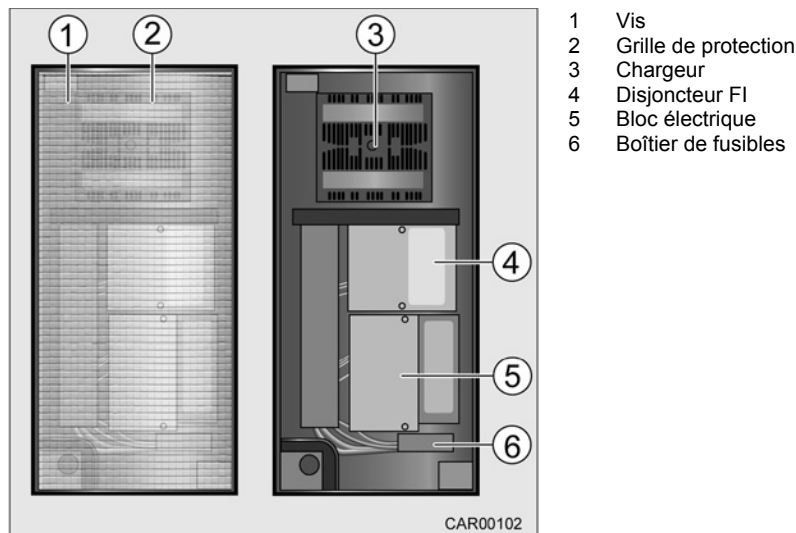

Fig. 128 Bloc électrique dans le garage
Le bloc électrique se charge de la distribution et de la protection par fusibles des circuits électriques 12 V et des autres fonctions de commande et de contrôle. Le bloc électrique fonctionne uniquement en combinaison avec le panneau de contrôle. Le bloc électrique (Fig. 128/5) est installé dans le garage derrière une grille de protection (Fig. 128/2). Derrière la grille de protection (Fig. 128/2) se trouve également un boîtier de fusibles gris (Fig. 128/6) pour d'autres consommateurs et options spéciales 12 V.
Pour protéger l'appareil d'une fausse manipulation, le bloc électrique (Fig. 128/5) et le chargeur (Fig. 128/3) sont installés derrière une grille de protection (Fig. 128/2) perméable à l'air et amovible.
1. Desserrer les vis (Fig. 128/1) les unes après les autres en les tournant un quart de tour dans le sens anti-horaire.
2. Enlever la grille de protection (Fig. 128/2).
3. Une fois les travaux terminés, immédiatement remettre en place la grille de protection (Fig. 128/2).
- Pour protéger l'appareil d'une fausse manipulation, immédiatement remettre en place la grille de protection (Fig. 128/2) sur le bloc électrique (Fig. 128/5) après les travaux.
Le chargeur (Fig. 128/3) a été spécialement développé pour le secteur des caravanes et des bateaux pour charger des batteries gel de 12 V.